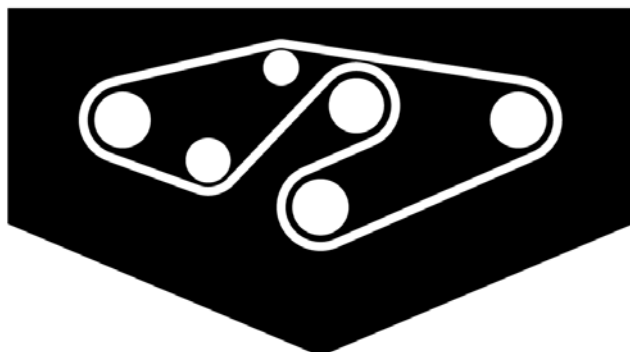

Figura 38
4. Pase la correa nueva alrededor de las poleas de los ejes y del conjunto de la polea tensora, según muestra la figura 38.